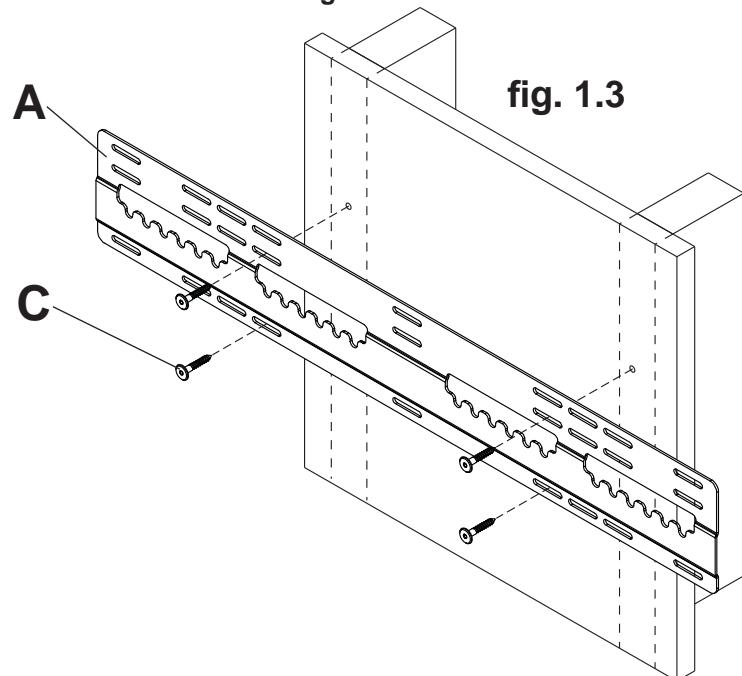

fig. 1.3
1 La plaque murale (A) doit être installée uniquement à deux montants espacés de 16 po, 20 po ou 24 po. Repérez le bord des montants à l'aide d'un localisateur de montants. L'utilisation d'un localisateur de montants « bord à bord » est fortement recommandée. Après avoir repéré les bords, tracez une ligne verticale le long du centre de chaque montant. Posez la plaque murale sur le mur et utilisez-la comme gabarit. Les fentes de montage supérieures doivent être situées X po au-dessus du centre d'exposition, comme illustré à la figure 1.1 et 1.2. Mettez la plaque à niveau et marquez le centre des quatre trous de fixation. Veillez à ce que les trous de fixation soient sur la ligne médiane du montant. Percez quatre trous de 5/32 po (4 mm) de dia. et de 2 po (51mm) de profondeur. Veillez à ce que la plaque murale soit de niveau et fixez-la à l'aide de quatre vis à bois (C) comme illustré à la figure 1.3.